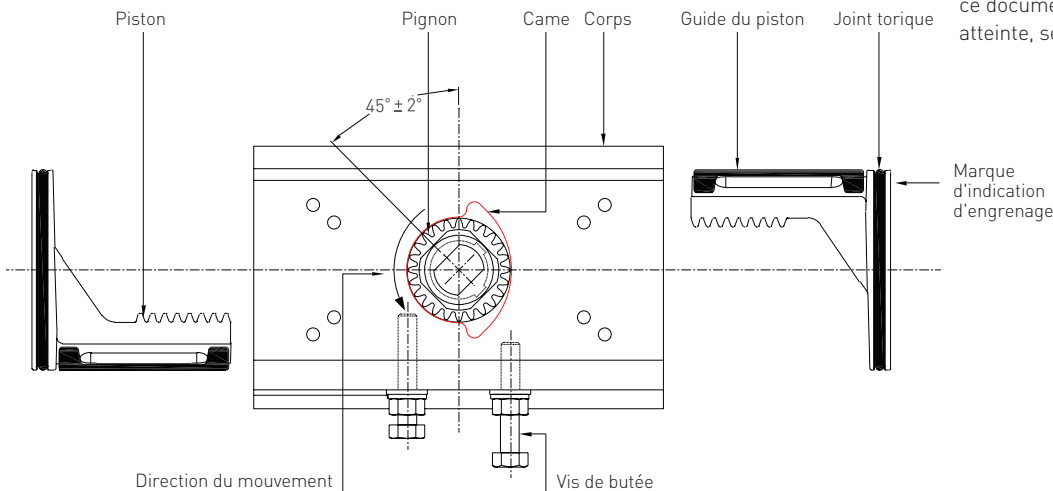
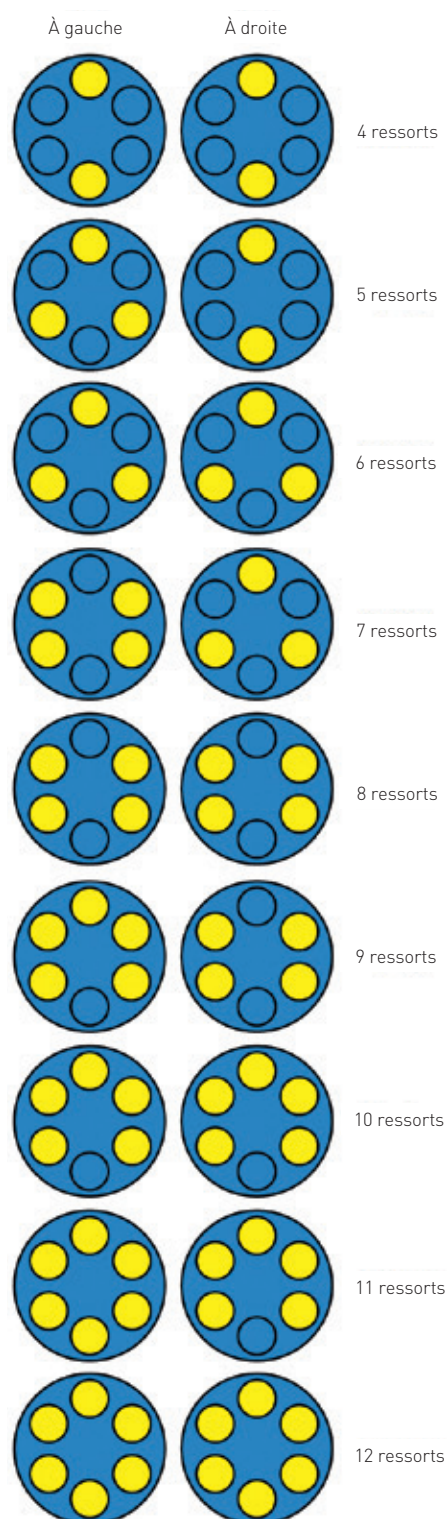

FIGURE 5 (vue de dessus)
FIGURE 6 - Attribution de ressorts
- a. Tourner le pignon (2) dans le sens horaire jusqu'en position fermée
- c. Insérer le nombre correct de ressorts (6) dans les cavités de la tête de piston. Pour assurer la durabilité, répartir uniformément le nombre de ressorts sur les deux côtés, avec une différence maximale de 1 ressort, et utiliser la configuration comme indiqué dans la Figure 6 en fonction du nombre de ressorts.
3. Installer les joints de flasque (20) sur les flasques (4) en appliquant un peu de graisse.
4. Placer la flasque sur la partie supérieure des cartouches ressorts et veiller à ce que les ressorts soient bien positionnés dans les logements (cavités) prévus à cet effet. Installer une flasque dans le corps en utilisant les vis (22) et la rondelle (15). Serrer les vis de flasque au couple recommandé (Tableau 2). S'assurer que les ressorts restent en position pendant l'assemblage de la flasque.
5. Placer l'indicateur de position (25) au-dessus de l'actionneur.
2. Orienter l'arbre de sortie à 45° comme dans la figure 5.
3. Insérer complètement les pistons avec les supports d'adossement (9), les pattes de piston sur le côté droit de l'alésage en regardant le joint torique à partir de l'extrémité du piston (Figure 5), jusqu'à ce que les crémaillères s'engagent avec le pignon. Enfin, pousser l'ensemble doucement vers l'intérieur. L'actionneur est maintenant en position complètement ouverte, et l'indicateur de l'arbre doit être à 95 degrés.
5. Insérer la vis de butée de course (d'ouverture) gauche (21) avec le joint torique (19), la rondelle (14) et le contre-écrou (23) jusqu'à ce que la vis heurte la came de butée de course. Serrer le contre-écrou.
7. Insérer la vis de butée de course (de fermeture) droite (21) avec le joint torique (19), la rondelle (14) et le contre-écrou (23) jusqu'à ce que la vis heurte la came de butée de course. Serrer le contre-écrou. La position des vis de butée de course doit être vérifiée après l'assemblage du robinet et ajustée le cas échéant.
- c. Insérer le nombre correct de ressorts dans les cavités de la tête de piston. Utiliser la configuration comme décrite dans la Figure 6 en fonction du nombre de ressorts. Pour assurer la durabilité, répartir uniformément les ressorts sur les deux côtés, avec une différence maximale de 1 ressort.
9. Installer les joints de flasque (20) sur les flasques (4) en appliquant un peu de graisse.
10. Placer une flasque sur la partie supérieure de la cartouche ressort, et positionner la flasque sur le corps en utilisant les vis (22) et la rondelle (15). Serrer les vis de flasque au couple recommandé dans le tableau. S'assurer que les ressorts restent en position pendant l'assemblage de la flasque.
11. Placer l'indicateur de position (25) au-dessus de l'actionneur.
Le nombre de ressorts utilisés peut varier entre 4 et 12 pièces. Pour assurer la durabilité, répartir uniformément le nombre de ressorts sur les deux côtés, avec une différence maximale de 1 ressort, et utiliser la configuration comme indiqué dans la Figure 6 en fonction du nombre de ressorts.